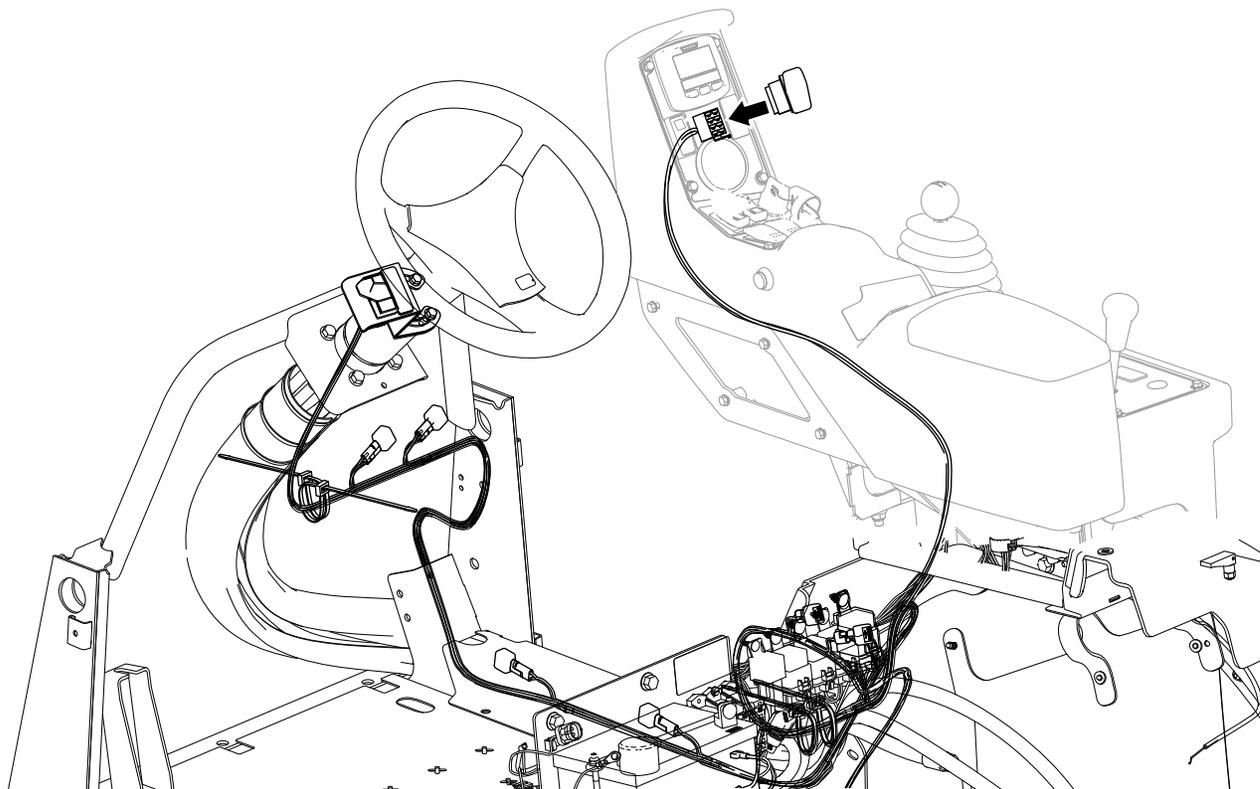

Figura 7
4. Encaminhe a cablagem ao longo da cablagem da máquina até ao painel de controlo (Figura 7).
5. Ligue o interruptor oscilador à cablagem (Figura 7).
Interruptor Ligar/Desligar espuma – ativa o compressor, gerando um fluxo de espuma para ambas as secções da rampa em simultâneo (Figura 7).